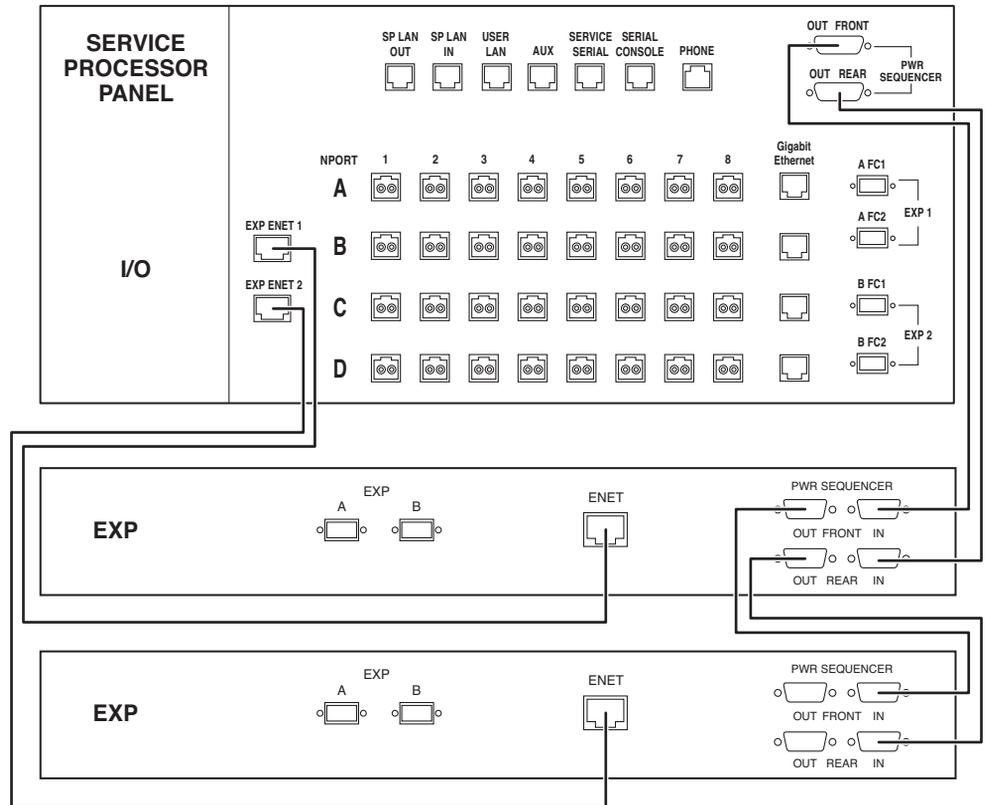

図 B-5 Ethernet ケーブルと電源シーケンサケーブルによるベースキャビネット、拡張キャビネット 1、拡張キャビネット 2 の接続
2. 拡張キャビネットを 2 つ接続する場合は、2 本の Ethernet ケーブルと 4 本の電源シーケンサシリアルケーブル (パーツ番号 530-3210-01) をベースキャビネットと拡張キャビネットの間に、図 B-5 に示すように接続します。